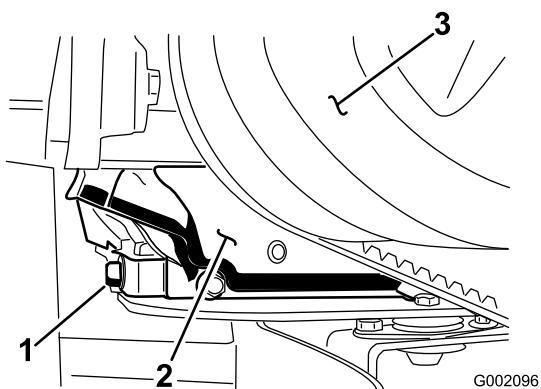

Рисунок 38
5. Установите сливной поддон емкостью 1,5 л под пробку сливного отверстия (Рисунок 38).
6. Снимите пробку слива масла (Рисунок 38).